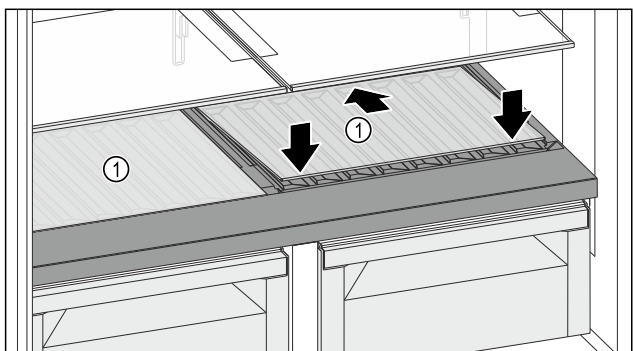

Fig. 122
- Postavite staklenu ploču Fig. 122 (1) ukoso, nagnutu straga prema dolje.
- Staklenu ploču Fig. 122 (1) podignite sprijeda.